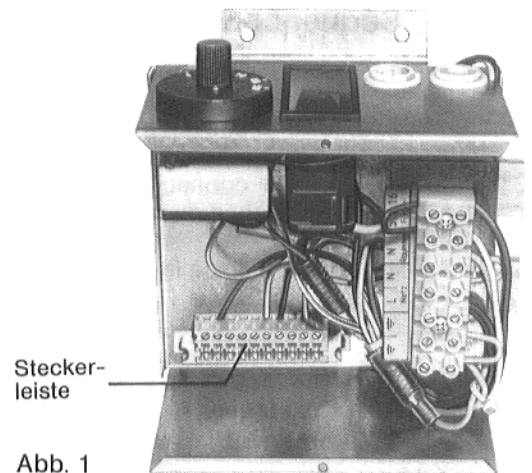

Abb. 1
2. Schaltkastendeckel abnehmen (Abb. 1).
2. Enlever le couvercle du tableau de commande (Fig. 1)
Fig. / Afb. 1
2. Schakelkastdeksel verwijderen (Afb. 1).